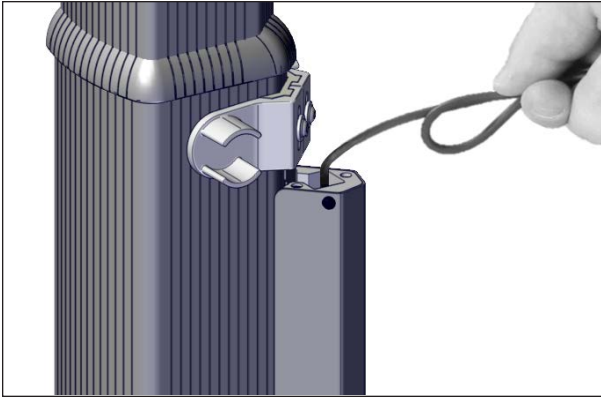

FIGURE 69: INSERTION DU CÂBLE DANS LE PROTÈGE-FIL
3. Pendant que vous tenez la boucle, passer le câble dans le protège-fil. L'ensemble de la boucle du câble doit passer dans le protège-fil, voir Figure 69.